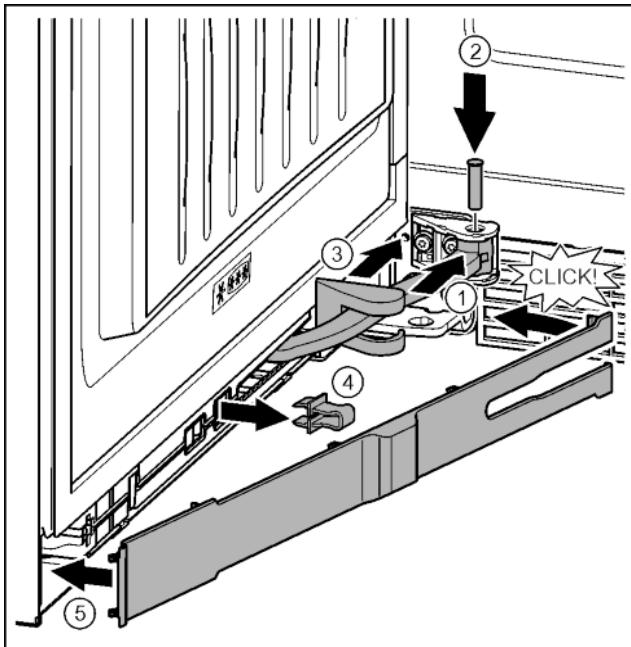

Fig. 43
- Поверніть шарнір у навішуванні. Fig. 43 (1)
- За допомогою викрутки T15 встановіть гвинт в навішування та шарнір. При цьому виступ фіксатора повинен займати правильне положення в пазу. Fig. 43 (2)
- Просуньте кришку опорного кронштейна вздовж шарніра та встановіть її над навішуванням. Fig. 43 (3)
- Зніміть запобіжник. Fig. 43 (4)
- Встановіть накладку з боку ручки та поверніть. Fig. 43 (5)